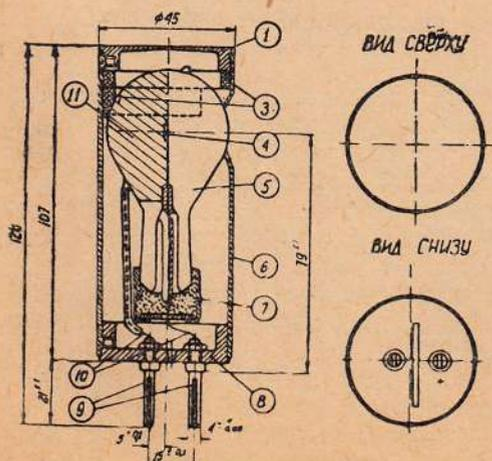

Рис. 4. Фотоэлемент типа ЦГ-2.
3) ЦГ-2 (рис. 4) имеет такую же колбу, что и ЦГ-4. Вся колба ЦГ-2 заключена в металлический футляр, в верхней части которого имеется окно для пропускания светового пучка на фотокатод. Выводы электродов сделаны так же, как и у ЦГ-4, к двум металлическим штырькам,